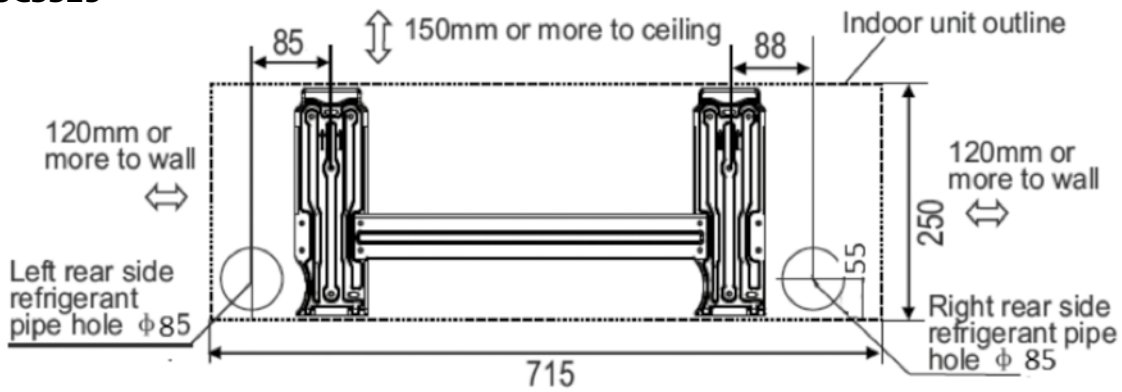

Rys. 8
- a. Założyć poziomo płytę instalacyjną ① na odpowiednio wytrzymałej ścianie i zachować przestrzeń wokół płyty instalacyjnej. Patrz rysunek 8.
2. Jeśli ściana zbudowana jest z cegły, betonu lub podobnych materiałów, wywierć w ścianie osiem ⑧ otworów o średnicy 5 mm. Załóż kołki rozporowe ②, odpowiednie dla wkrętów montażowych ③.
3. Zamocuj płytę montażową ① na ścianie ośmioma ⑧ wkrętami typu „A” ③.